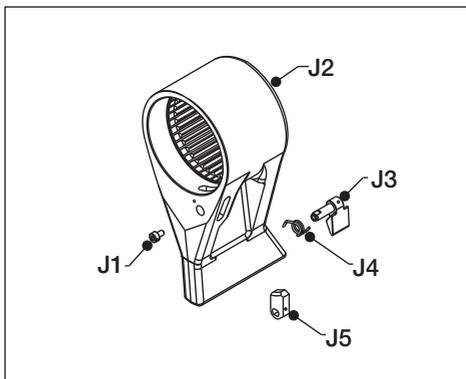

图 26
- 反力臂 (图 26 中的组件 J2)
5.3.9 反力臂插销 - 拆卸和重新装配 (图 26)